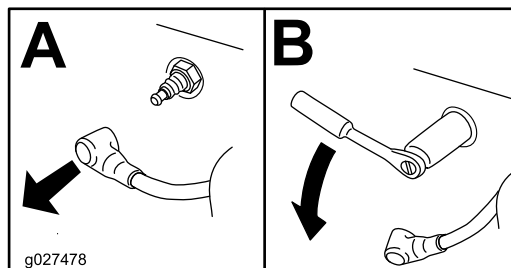

Figure 68
4. Localisez et retirez la ou les bougies comme montré à la Figure 68.